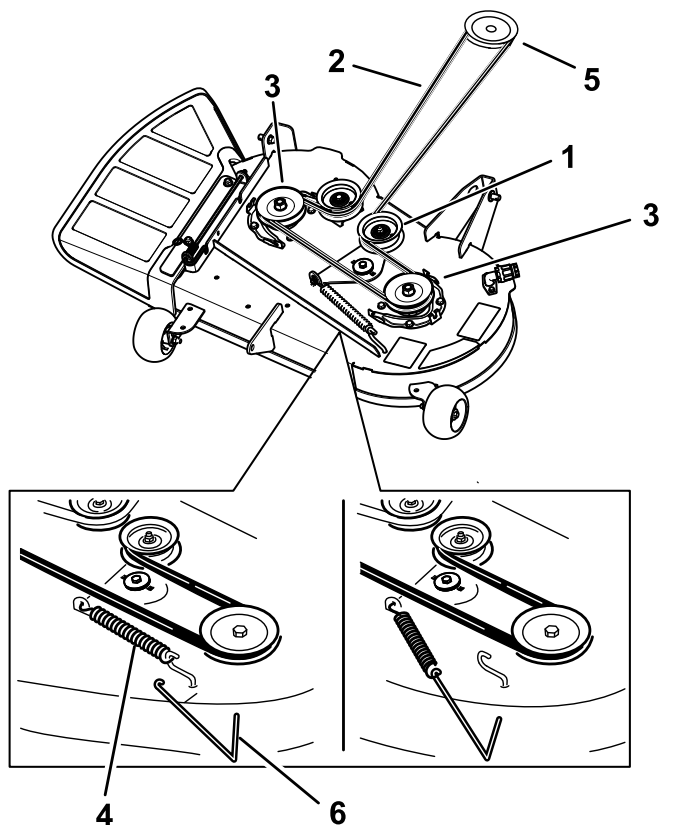

Figure 49
5. À l'aide d'un outil de dépose de ressort (réf. Toro 92-5771), décrochez le ressort du crochet sur le tablier pour détendre la poulie de tension et déchaussez la courroie des poulies (Figure 49).
6. Acheminez la courroie neuve autour de la poulie du moteur et des poulies du tablier de coupe (Figure 49).
7. À l'aide d'un outil de dépose de ressort (réf. Toro 92-5771), accrochez le ressort au crochet situé sur le tablier, afin d'exercer une tension sur la poulie de tension et la courroie du tablier de coupe (Figure 49).